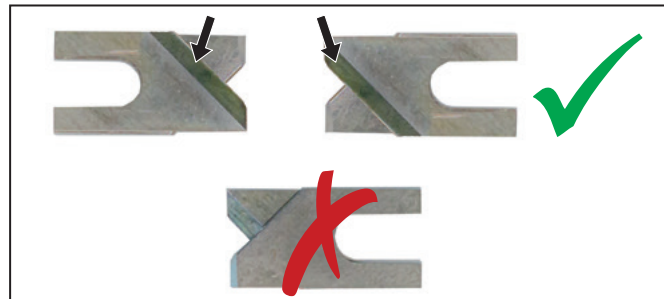

Bild 8.2 Monteringsläge för avisoleringsknivarna
- Lägg ihop varje nytt knivpar så att de avfasade kanterna pekar utåt, se Bild 8.2.